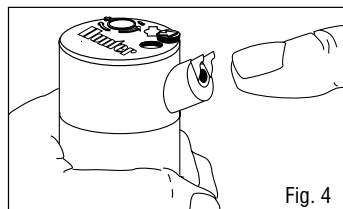

Fig. 4
3. Coloque la boquilla deseada en el orificio. Atención: dicho orificio está orientado a 25° y las espigas tienen que estar siempre situadas hacia arriba (Fig. 4). Introducir la boquilla hasta el fondo del orificio. Apretar el tornillo de ajuste y retenedor.